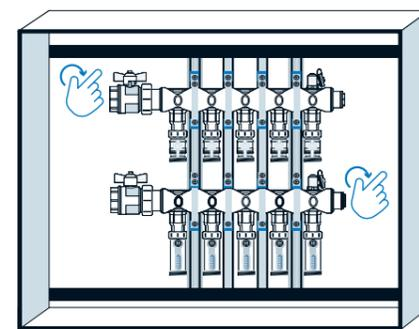

Figure 6: Assurez-vous que le rail se trouve derrière le support de montage supérieur
4. Faites pivoter le haut des supports verticaux du collecteur vers la droite ou la gauche afin qu'ils glissent derrière le rebord du rail supérieur (voir **Figure 6**).